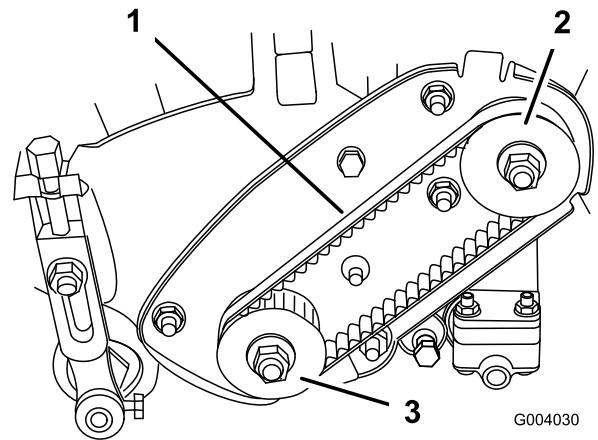

Figura 33
2. Verificate la tensione premendo sulla cinghia (Figura 33) al centro tra le pulegge, applicando una forza di $2 \pm 0,5$ kg. La cinghia deve flettersi di 6 mm. Se la flessione non è esatta, procedete alla voce seguente.